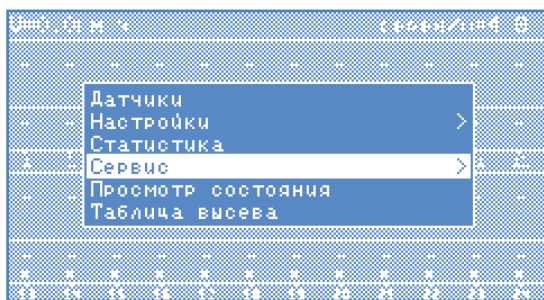

Рисунок 24
6. Находясь на главном экране, нужно вновь открыть главное меню нажатием кнопки «Меню». Кнопками «Вверх» и «Вниз» выбрать пункт меню «Сервис» (см. «Рисунок 24») и нажать «Меню».